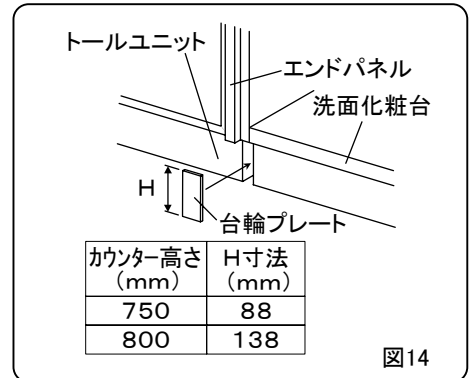

図14
- ④台輪部の隙間を塞いでください。台輪プレートをH寸法にカットし台輪側面に貼付けてください。(P.14 図14)